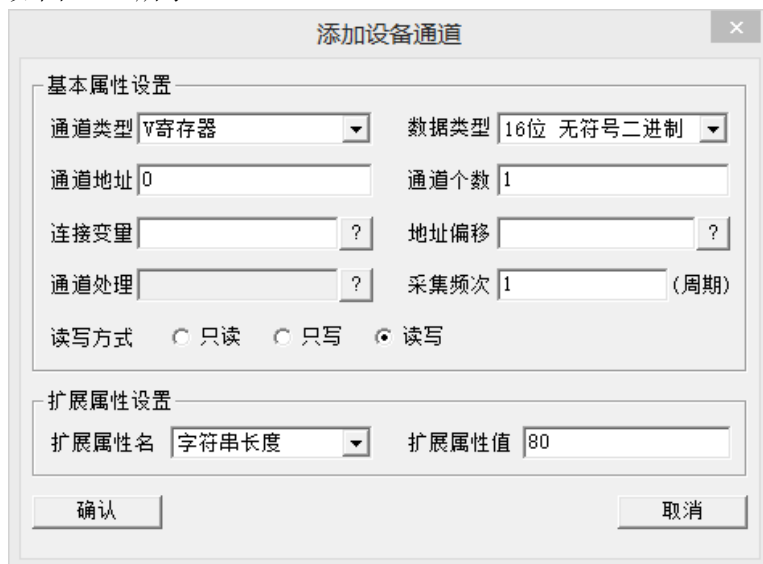

图 4.3.4
②Q0.1/0.2: 与步骤①相同, 通道地址填写“0”, 数据类型为“通道的第01位”, 通道个数为2, 可按索引连续添加地址。
③VW0: 点击“增加设备通道”按钮, 弹出“添加设备通道”窗口, 选择通道类型为“V 寄存器”, 通道地址为“0”, 数据类型为“16位无符号二进制”, 通道个数为1, 设置完毕后点击确认, 返回到编辑窗口, 如图 4.3.4 所示。